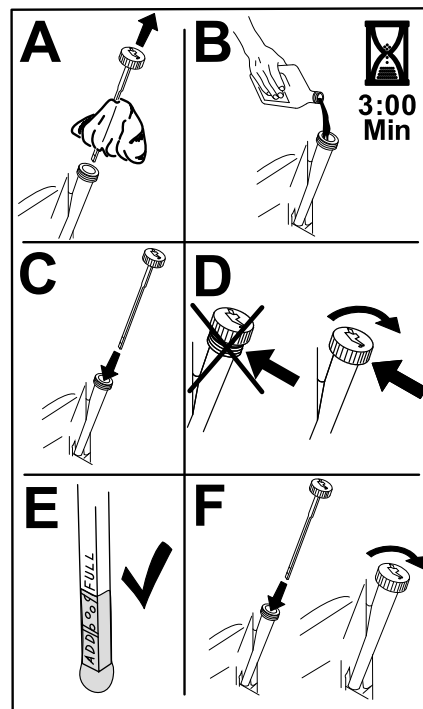

Figura 43
5. Vierta lentamente un 80 % aproximadamente del aceite especificado por el tubo de llenado, luego añada lentamente el resto del aceite hasta que llegue a la marca de Lleno (Figura 43).